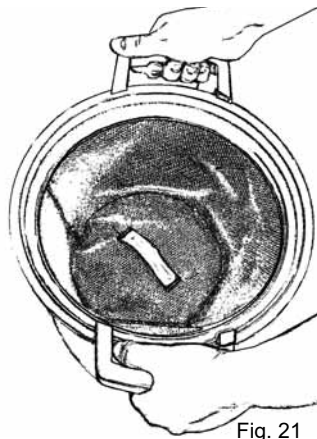

Fig. 21
3. Não retire o filtro do contentor. Em vez disso, sacuda ligeiramente o filtro no interior do contentor para soltar o pó do filtro, permitindo que este caia no contentor, Fig. 21.